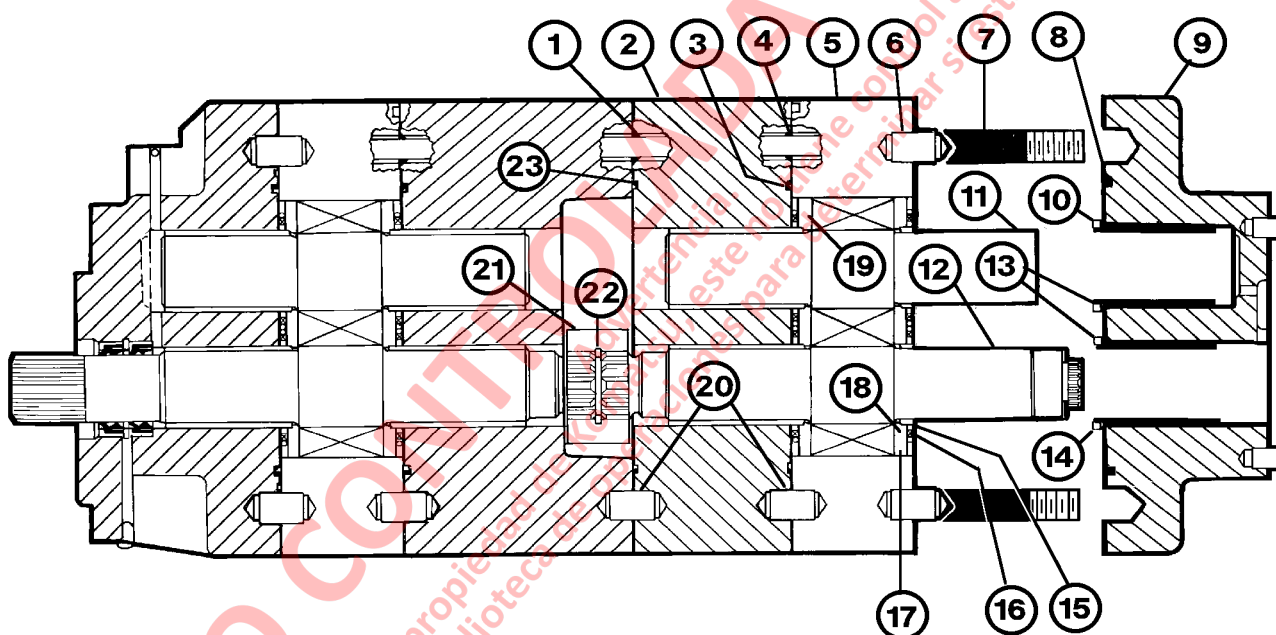

FIGURA 3-5. DESARME DE LA BOMBA DE ELEVACIÓN (sección trasera)
5. Retire la placa del conector (9, Figura 3-5). Saque la junta tórica (8) y los anillos de acero (10) y (14). Retire las espigas (6) si están dañadas o si es necesario el reemplazo de la placa del conector.
6. Retire el anillo de respaldo (15), la junta tórica y retenedor (16) y la placa de aislamiento (17). Sujete el engranaje de mando (12), el engranaje intermedio (11), tire y saque del agujero de la placa del engranaje (5) Retire la placa de presión (18) de los engranajes.
7. Retire la placa de engranaje (5) y la placa de presión (19). Retire los anillo de acero, anillo de respaldo, junta tórica, retenedor y la placa de aislamiento. Retire la junta tórica (3) y la junta tórica del espárrago (4).
8. Retire la placa del rodamiento (2, Figura 3-5). Saque la junta tórica (23) y las juntas tóricas del espárrago (1). Saque las espigas (20) si están dañadas o si es necesario el reemplazo de la placa del rodamiento.
9. Retire los acoples (21). Saque el perno (21). Retire el anillo de retención (22) si está dañado o si es necesario cámbielo.